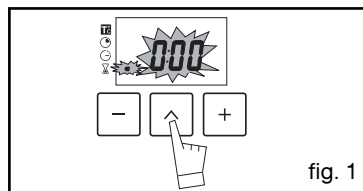

fig. 1
- Appuyez sur la touche " ^ " (fig.1) jusqu'à faire clignoter le symbole minuterie